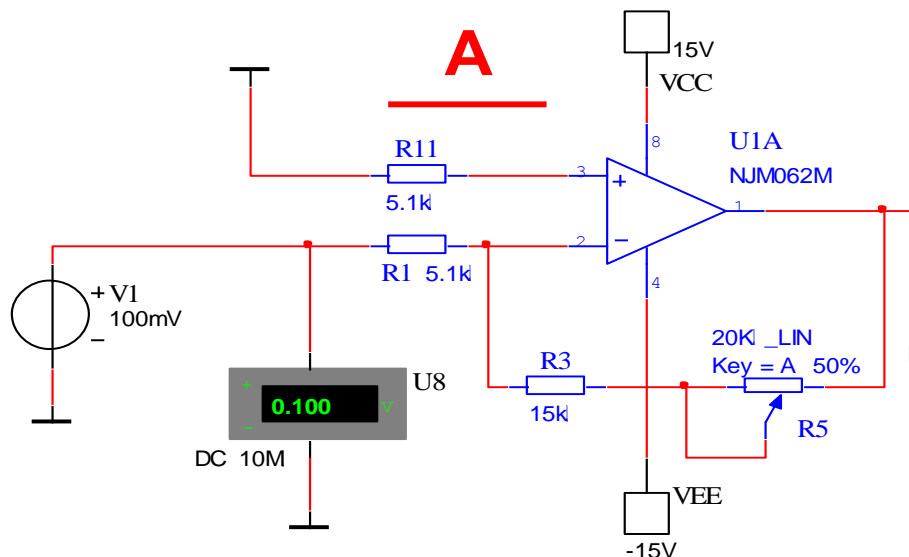

Рисунок 2.1– Принципиальная схема включения ОУ в инвертирующем режиме
2.2 Активировать программу (меню «Simulate/Run») и провести эксперимент со схемой инвертирующего включения ОУ (схема А, рисунок 2.1).